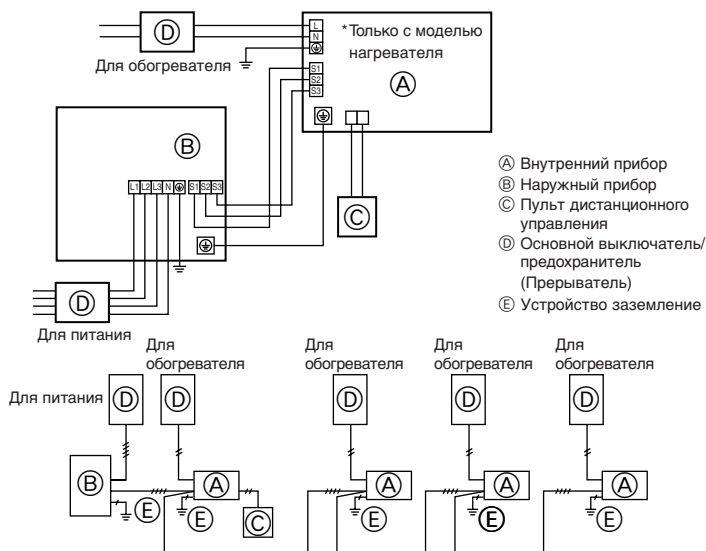
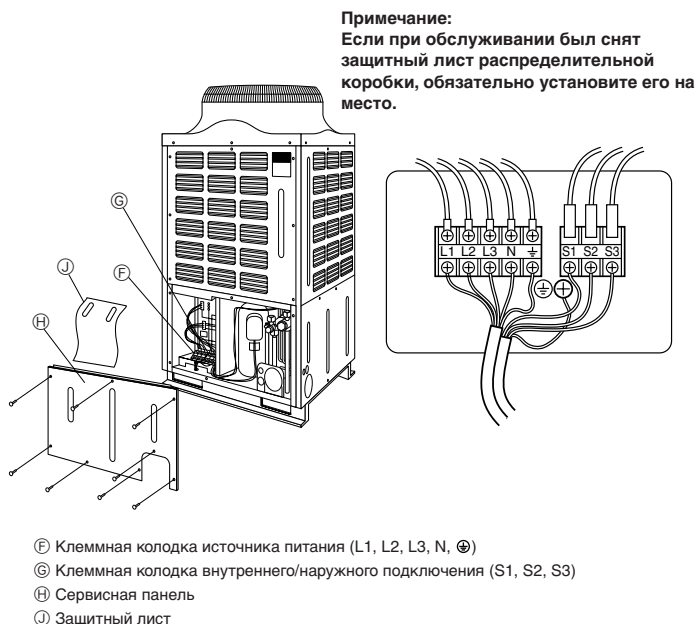

Fig. 7-1
Fig. 7-2
7.1. Наружный прибор (Fig. 7-1, Fig. 7-2)
- (1) Снимите защитную панель.
- (2) Подсоедините кабели, как указано на рис. 7-1 и рис. 7-2.